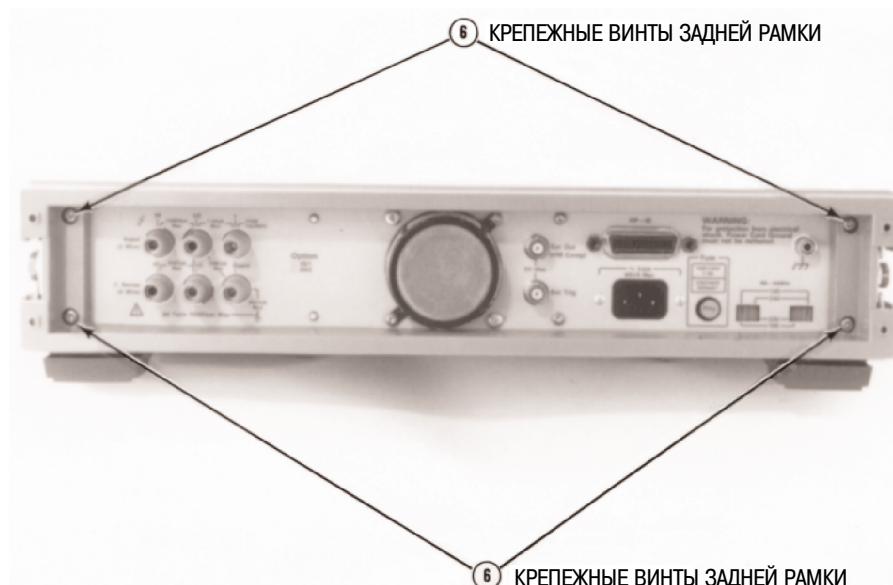

Рисунок 38 - Вид 3458А со стороны задней панели
8. См. рисунок 38. Повернуть прибор задней панелью к себе.
5. См. рисунок 38. Повернуть прибор задней стороной к себе.